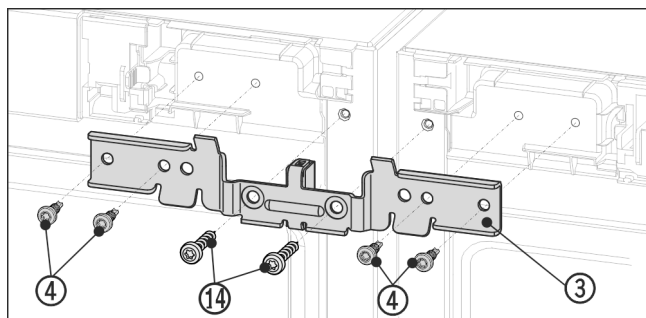

Fig. 13 Példaként szolgáló ábrázolás
▶ Tolja a rögzítővasat Fig. 13 (3) és a távtartót a készülékek közé és rá a csapra. Csavarozza fel lazán a rögzítővas jobb és bal oldalát a négy csavarral Fig. 13 (4) és a korábban kitekert földelőcsavarokkal Fig. 13 (14) felváltva.